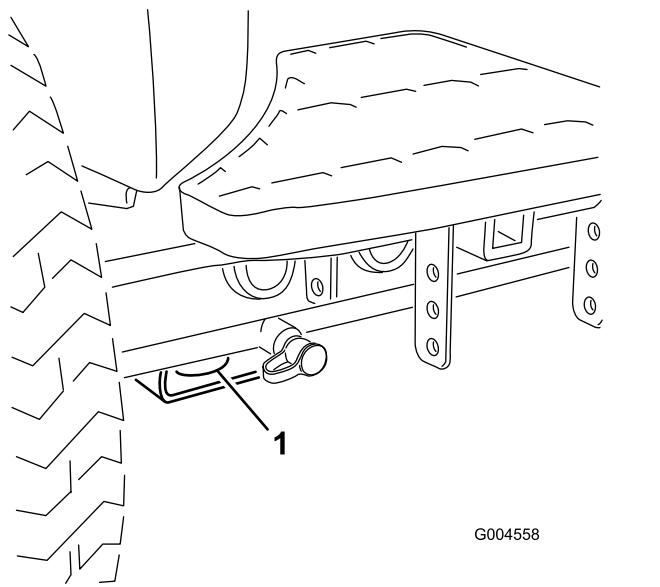

Figura 43
- Anteriore – foro nel supporto rettangolare, sotto il tubo dell'assale, all'interno delle ruote anteriori (Figura 43).